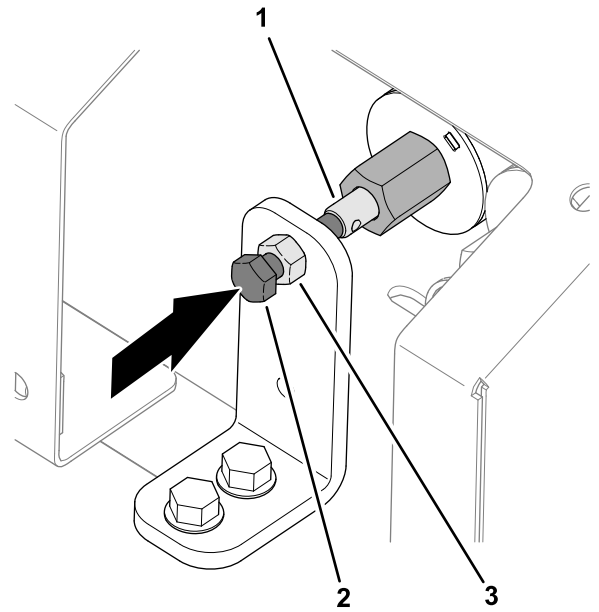

图 30
- 1. 松开手动超控支架上的锁紧螺母图 30。
- 2. 顺时针旋转用作阀超控装置的六角头螺丝可增大输送带速度图 30。